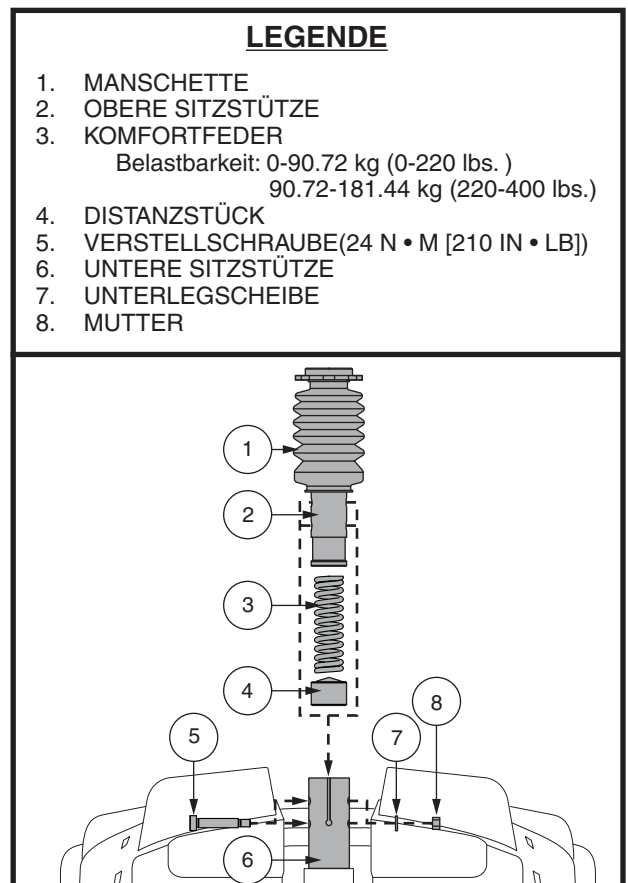

Abb. 18. Einstellung der Sitzhöhe - Komfort-Sitzstütze
4. Drücken Sie die Sitzstütze nach unten, während Sie die Verstellerschraube, Unterlegscheibe und Mutter lösen und entfernen. **Siehe Abb. 18.**
6. Bringen Sie die gewünschte Komfortfeder an. **Siehe Abb. 18.**